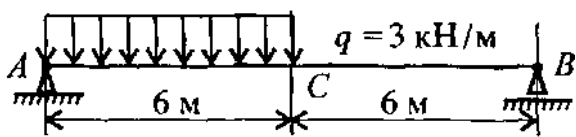

Рис. 2
7. Определите величину поперечной силы и изгибающего момента в сечении С, используя схему балки (рис. 2).
По рис. 2 выбрать эпюру изгибающего момента для изображенной на рис. 1 балки.
Задача 2. На двухопорную балку действуют сосредоточенные силы и моменты (рис. 2). Построить эпюры поперечных сил и изгибающих моментов.